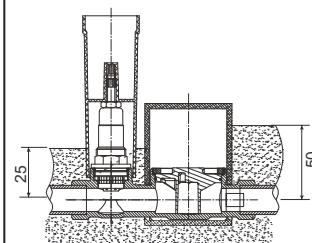

Abb. 2
- 1.6 UPT fachmännisch installieren. Dabei auf Fixierung der Rohrinstallation mit schallisolierten Schellen möglichst in optimaler Einputztiefe achten. Die Markierung an den Einputzschalen (Abb. 2) kennzeichnet die optimale Einputztiefe (Rohrmitte bis Fertigwand 25 mm bis 50 mm). Größere Tiefen erfordern später Verlängerungshülsen für die Rosette sowie eine zweiteilige Spindelverlängerung.